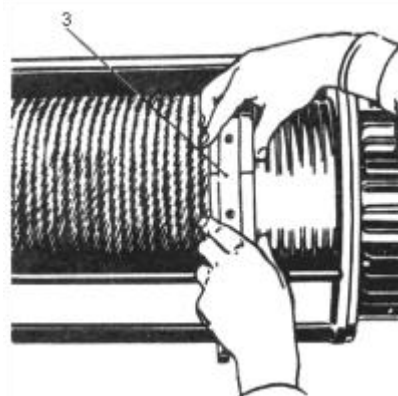

Рисунок 9.
- в) направляющая гайка 3 вталкивается между барабаном и кожухом таким образом, чтобы вместе со своими витками попасть в ближайший первый канал барабана у самого каната рисунок 9;